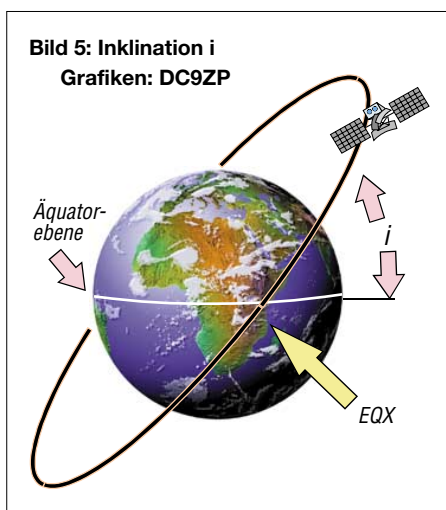

Bild 5: Inklination i
- Inklination:** Winkel der Satellitenbahnebene zum Äquator (Bild 5).